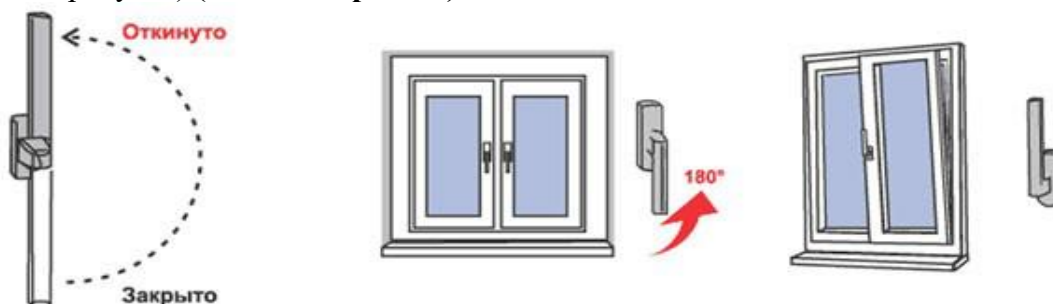

Рис. 2.
2. Для перевода створки из закрытого положение в откидное, поворот створки относительно нижней горизонтальной оси, (положение «Откинyто» на Рис.2) ручку поворачивают вертикально на 180 градусов вверх, затем, потянув за ручку, поворачивают створку относительно нижней горизонтальной оси на заданный изготовителем угол (не более 10 градусов) (**откидной режим**).
3. Для запираения створки из открытого или откидного положения ее сначала закрывают и, придерживая створку рукой, поворачивают ручку вертикально вниз (положение «Закрyто» на Рис. 2).